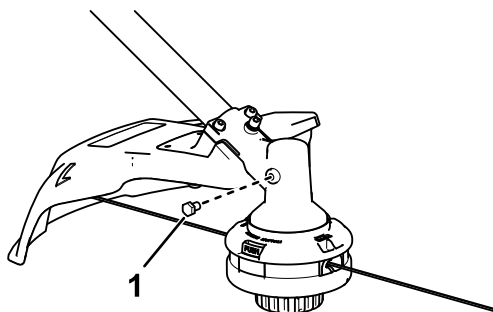

Figura 15
3. Retire el tapón del lateral de la desbrozadora (Figura 15).